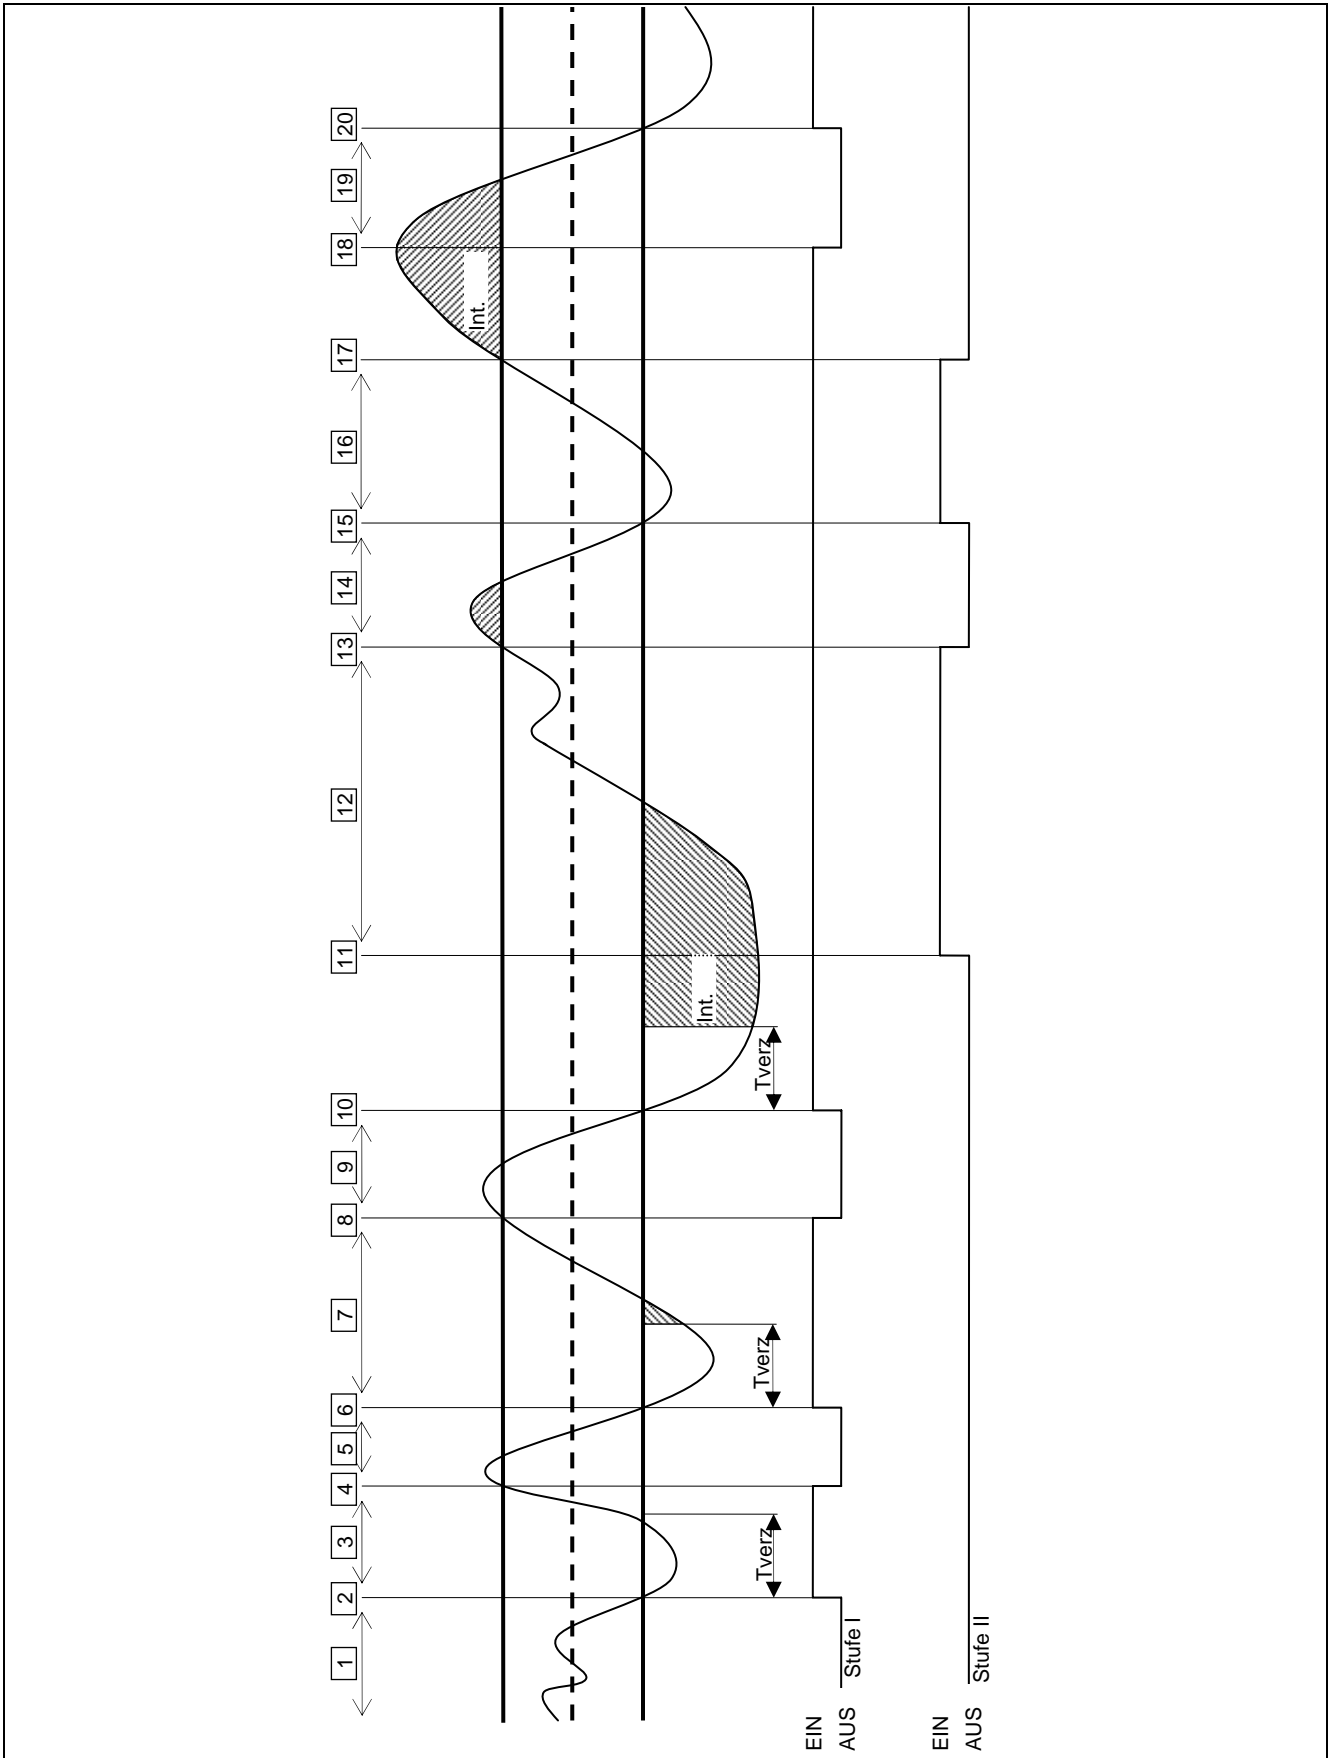

Abbildung 16
Im Folgenden wird der Regelalgorithmus anhand eines Beispiels für die zeitliche Entwicklung der Wassertemperatur erläutert; es wird angenommen, dass das System aus zwei Stufen besteht, die einer einzigen Kategorie angehören, und dass im Anfangszustand alle Geräte ausgeschaltet und die Wassertemperatur innerhalb der Differential-Spanne liegt. Zur folgenden Beschreibung siehe Abbildung 16.
- A. **Bereich 1 des Diagramms in Abbildung 16:** Damit die Wassertemperatur innerhalb der Differential-Spanne um den Sollwert bleibt, hält der Regler alle Geräte abgeschaltet.
- Eine gesperrte Stufe wird freigegeben (und eingeschaltet), wenn die Fläche, die das Energiedefizit darstellt und ab Ablauf der "**Verzögerungszeit**" berechnet wird, den Wert "**Freigabe-Integral**" erreicht (Abbildung 16).
Dieser letzte Parameter ist für jede Kategorie vorhanden. Über ihn kann die Mindesteinschaltzeit jeder einzelnen Stufe der Kategorie definiert werden. Dadurch soll vermieden werden, dass die Geräte über eine zu kurze Zeit eingeschaltet bleiben, was sich negativ auf deren Wirkungsgrad auswirken würde. Praktisch kann eine Stufe, wenn sie eingeschaltet wird, erst dann wieder ausgeschaltet werden, nachdem die **“Mindesteinschaltzeit“** verstrichen ist, unabhängig von den im entsprechenden Abschnitt beschriebenen Regeln des Regelalgorithmus; wenn z. B. entsprechend Abbildung 16 das Zeitintervall zwischen Punkt 2 und 4 kürzer als die **“Mindesteinschaltzeit“** ist, würde das Abschalten der ersten Stufe nicht an Punkt 4 erfolgen, sondern später, nämlich nach Verstreichen der **“Mindesteinschaltzeit“**, die ab Punkt 2 gerechnet wird. Es ist offensichtlich, dass die Verwendung eines zu hohen Wertes für diesen Parameter zu einer mangelhaften Regelung führen kann, da die Einhaltung der Mindesteinschaltzeit zu häufigen und erheblichen Verletzungen der Regeln des normalen Algorithmus führt; andersherum erlaubt ein zu niedriger Wert das Einschalten der Geräte für zu kurze Dauer, zu Ungunsten des Wirkungsgrades.